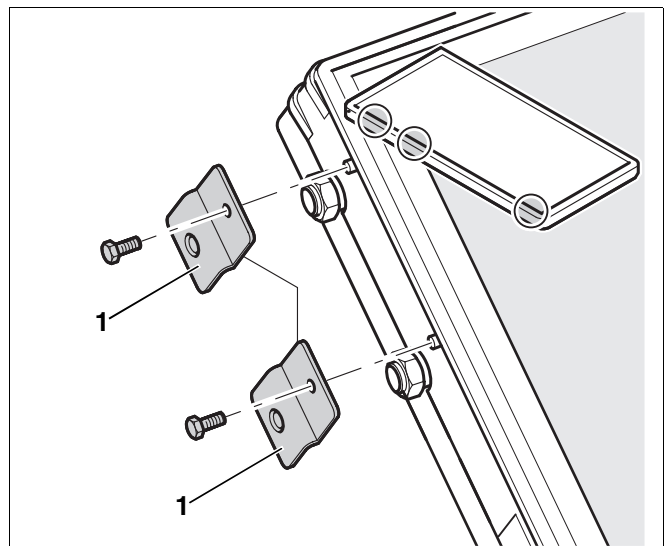

Abb. 43 Transportsicherungen demontieren
- Demontieren Sie erst unmittelbar vor der jeweiligen hydraulischen Verbindung die Transportsicherungen (Abb. 43, Pos. 1) der linken Kollektorseite.